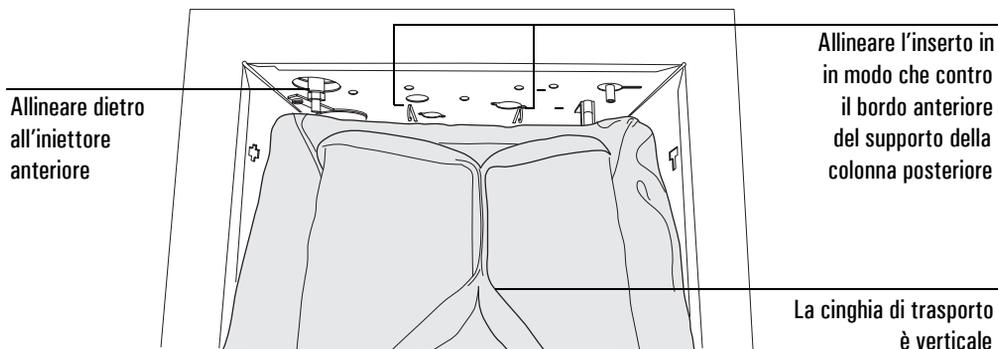

Figura 17 Installazione dell'inserto nella parte anteriore del supporto della colonna posteriore
2. Orientare l'inserto come illustrato dalla Figura 17 sotto riportata.